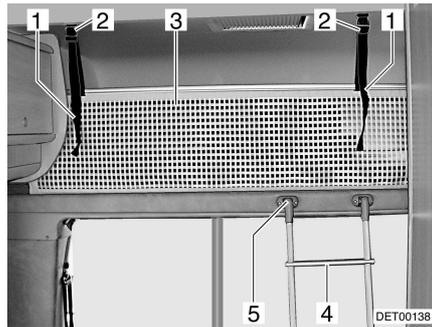

Bild 47 Alkovenbett
Zum Besteigen des Alkovenbetts die serienmäßig beigelegte Aufstiegsleiter (Bild 47,4) benutzen.
- Leiter mit den Holmen in Halterung (Bild 47,5) an der Alkovenblende einhängen.
Das Sicherungsnetz (Bild 47,3) ist serienmäßig zwischen Matratze und Lattenrost verstaut. Das Sicherungsnetz erst aufspannen, wenn sich die Personen bereits im Alkoven befinden.
- Haltebänder (Bild 47,1) in Halterungen an der Decke (Bild 47,2) einrasten lassen.